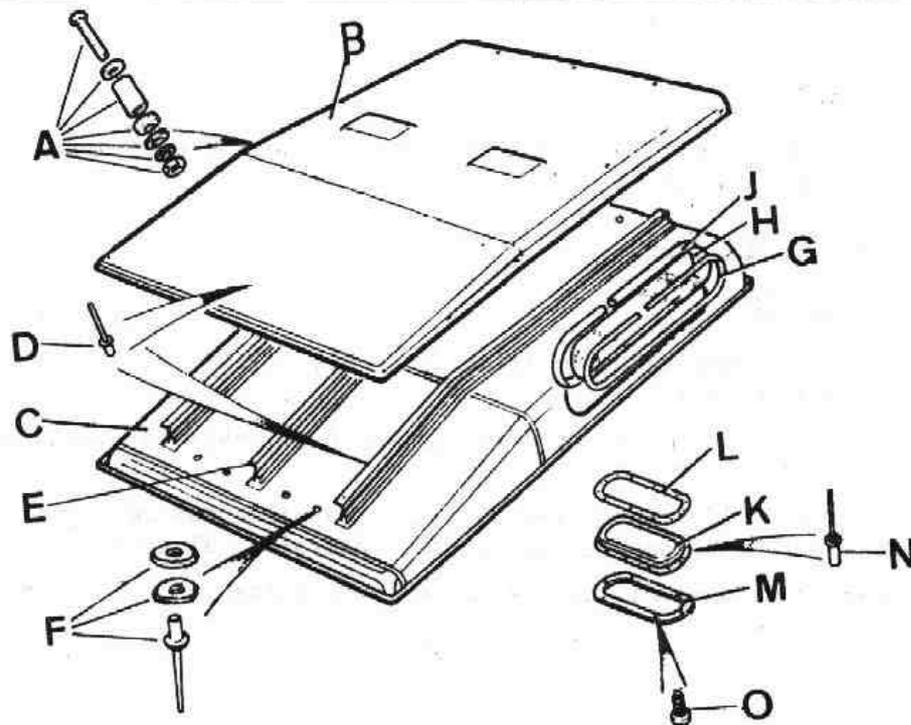

Fig. Q-46 Desmontaje del conjunto del techo
- 5.1. Soltar los elementos, A (Fig. Q-46) de fijación del panel tropical, B, al techo, C.
- 5.2. Cortar los remaches "pop", D (Fig. Q-46) que fijan el panel tropical a los nervios, E, del techo.
- 5.3. Cortar los elementos, F (Fig. Q-46) que fijan los nervios del panel tropical al techo.
- 5.4. Retirar el panel tropical, B (Fig. Q-46) del vehículo.
- 6.1. Posicionar la cubierta tropical, B (Fig. Q-46) sobre el techo, C, y fijarla a éste con sus elementos, D, F y A, centrando convenientemente los taladros de fijación.
- 7.1. El desmontaje y montaje se realizará igual que en las operaciones 7 y 8 (Tarea Q-10) (Fig. Q-46).
- 8.2. Desmontar el cerquillo, N (Fig. Q-46) soltando sus tornillos, O, de fijación.
- 8.3. Cortar los remaches "pop", N (Fig. Q-46) que fijan la trampilla, K, y desmontar ésta y la junta, L.